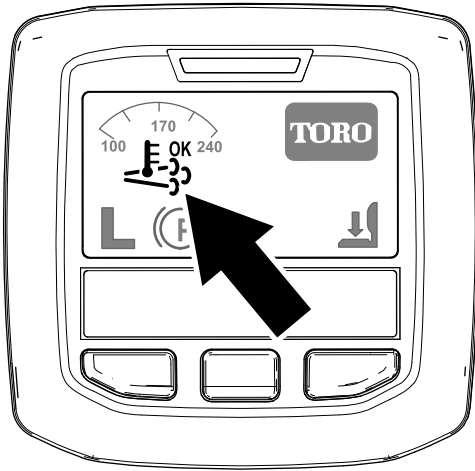

Bild 43
- Das Symbol für die unterstützte bzw. Zurücksetzen-Regenerierung im InfoCenter angezeigt (Bild 43).